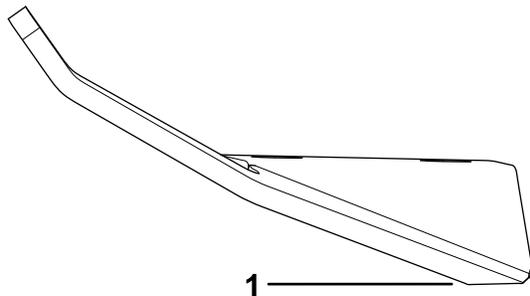

Figura 108
1. Utilice una lima u otra herramienta de afilado para afilar el filo de corte en ambos extremos del conjunto de cuchillas (Figura 108).